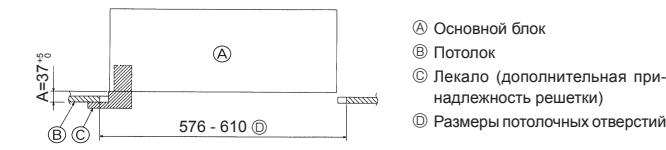

Fig. 2-6
3. Если основной блок нельзя выровнять относительно монтажного отверстия на потолке, его можно отрегулировать с помощью слота на монтажной плате. (Fig. 2-6)